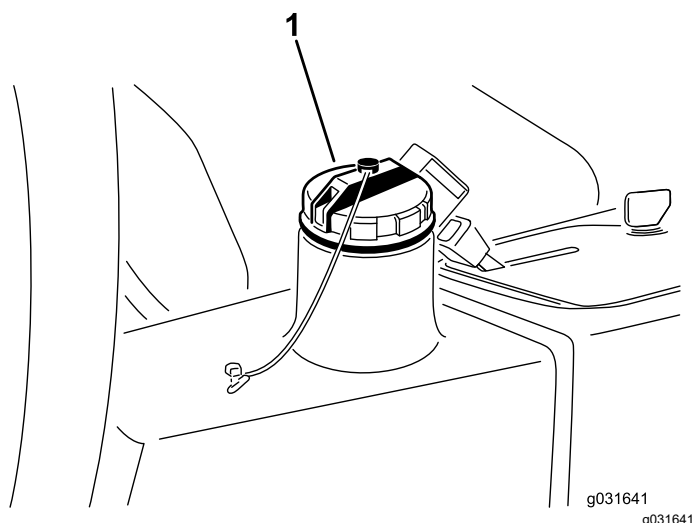

Figura 64
4. Riempite il serbatoio idraulico (Figura 64) con circa 13,2 litri di fluido idraulico; vedere Verifica dell'impianto idraulico \(pagina 57\).